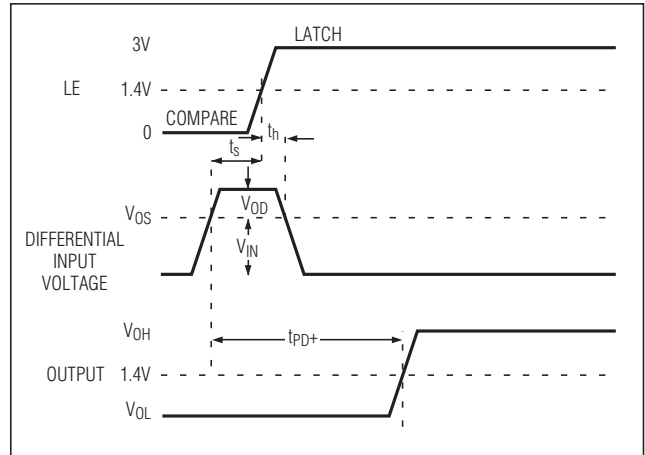

図2. MAX9109のタイミング図
- Note 8:** Latch specifications apply to MAX9109 only. See Figure 2.
MAX9109はラッチを内蔵しているため、比較結果を保持できます。LEがローの場合、ラッチを考慮する必要はありません(コンパレータはラッチが存在しないかのように動作します)。LEがハイの時、コンパレータ出力の状態がラッチされます(図2)。